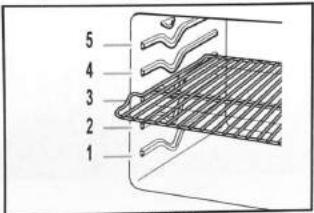

FIGURE 5
14. Pour les fours simples et combinés, contrôler la grille coulissante dans deux positions : position la plus haute n° 5, et position médiane n° 3 (voir *Figure 5*). Pour les fours doubles, vérifier les cavités des deux fours dans les positions n° 5 (la plus haute) et n° 3 (médiane). (Voir les sections **Retrait de la grille coulissante** et **Installation de la grille coulissante** pour retirer et placer la grille coulissante.)
- 27. Placer la grille coulissante en position 3. Voir la Figure 5.